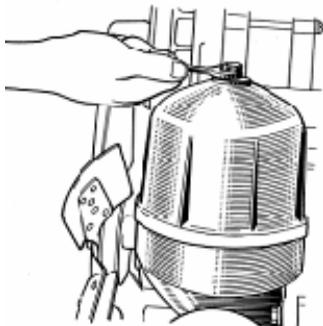

Рис. 63. Отвертывание гайки колпака
- 1 Отвернуть гайку колпака фильтра (рис. 63) и снять колпак.